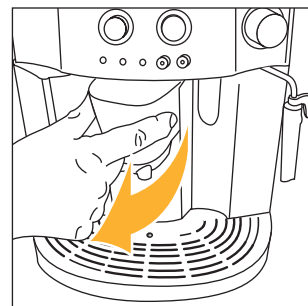
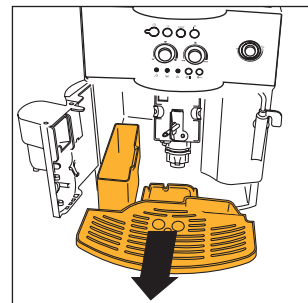

Abb. 15
Abb. 16
HINWEIS 7: Die Kaffeemaschine zählt die Anzahl der ausgegebenen Kaffees. Alle 14 einzeln (oder 7 paarweise) zubereitete Kaffees, leuchtet die Kontrollanzeige ☹ konstant auf (siehe Kap. 12 Punkt 3), um anzuzeigen, dass der Kaffeesatzbehälter voll ist und entleert sowie gereinigt werden muss. Solange der Kaffeesatzbehälter nicht gereinigt wird, bleibt die Kontrollanzeige eingeschaltet, und es kann kein Kaffee zubereitet werden. Zur Reinigung, die Serviceklappe durch Ziehen des Kaffeeauslaufs auf der Vorderseite öffnen (Abb. 15); daraufhin schaltet sich die blinkende Kontrollanzeige ☹ ein (siehe Abschn. 12 Punkt 9); dann die Abtropfschale entnehmen (Abb. 16), entleeren und reinigen. Entleeren und reinigen Sie sorgfältig den Kaffeesatzbehälter, wobei darauf zu achten ist, dass alle sich auf dem Boden abgelagerten Rückstände beseitigt werden. Trocknen Sie zudem die eventuell in der Maschine unter der Abtropfschale sich angesammelten Kondenswassertropfen ab. **WICHTIG: Jedes Mal, wenn Sie die Abtropfschale herausziehen, MUSS auch der Kaffeesatzbehälter geleert werden, selbst wenn dieser nicht ganz voll ist. Wird dieser Vorgang nicht ausgeführt, kann es bei den darauf folgenden Kaffeezubereitungen passieren, dass sich der Kaffeesatzbehälter zu sehr füllt und der übermäßige Kaffeesatz die Kaffeemaschine verstopft.**
- Die Serviceklappe öffnen (Abb. 15);
- Die Abtropfschale und den Kaffeesatzbehälter entnehmen (Abb. 16) und reinigen;